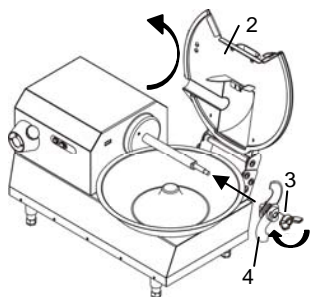

Fig. 6.3.9
- Infilare il mozzo portacoltelli "4" Fig. 6.3.9 sull'albero
- Avvitare il dado ad alette di bloccaggio del mozzo portacoltelli "3" Fig. 6.3.9 come descritto nel paragrafo 6.4
- Abbassare il coperchio "2" Fig. 6.3.9.